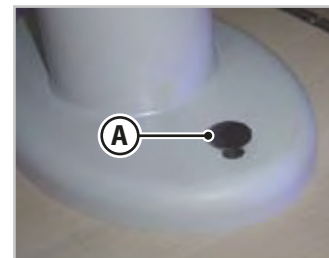

Fig.6.21 - Gamba telescopica
1. Premere con il piede il pulsante (**A** - Fig.6.21) situato alla base del tavolo.